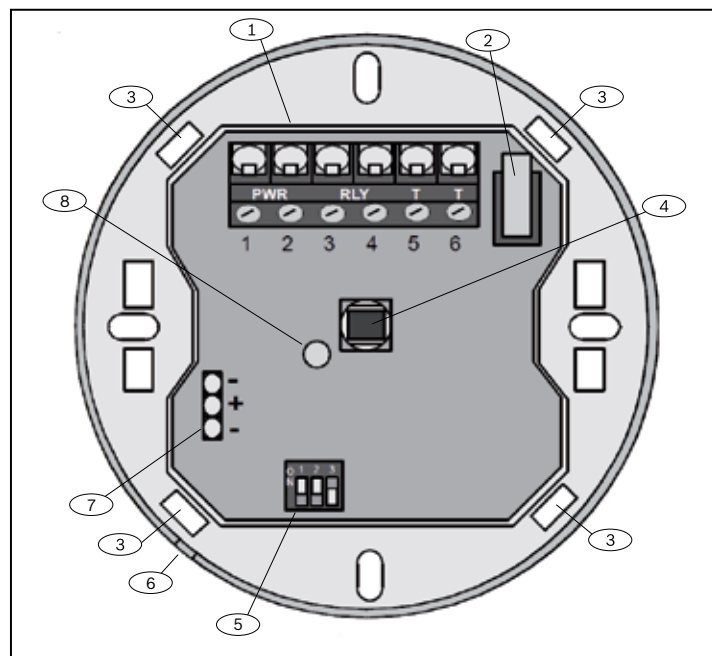

Рис. 1.1. Обзор извещателя
1. Для монтажа извещателя DS936 в стандартную восьмиугольную распределительную коробку размером 89 мм снимите кронштейн монтажной платы с основания, отогнув язычки кронштейна (см. рис. 1.1) большими пальцами и вытолкнув кронштейн платы в сборе указательными пальцами. Основание можно выбросить или сохранить для возможного использования в будущем.